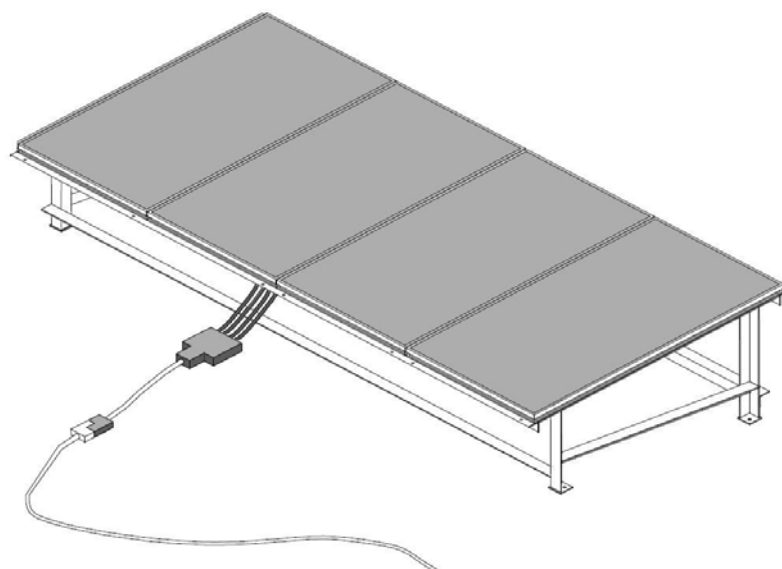

Рис.3
- Соедините все солнечные панели между собой при помощи **«Кабеля для параллельного соединения 4-х панелей»** из комплекта поставки (Рис.3).